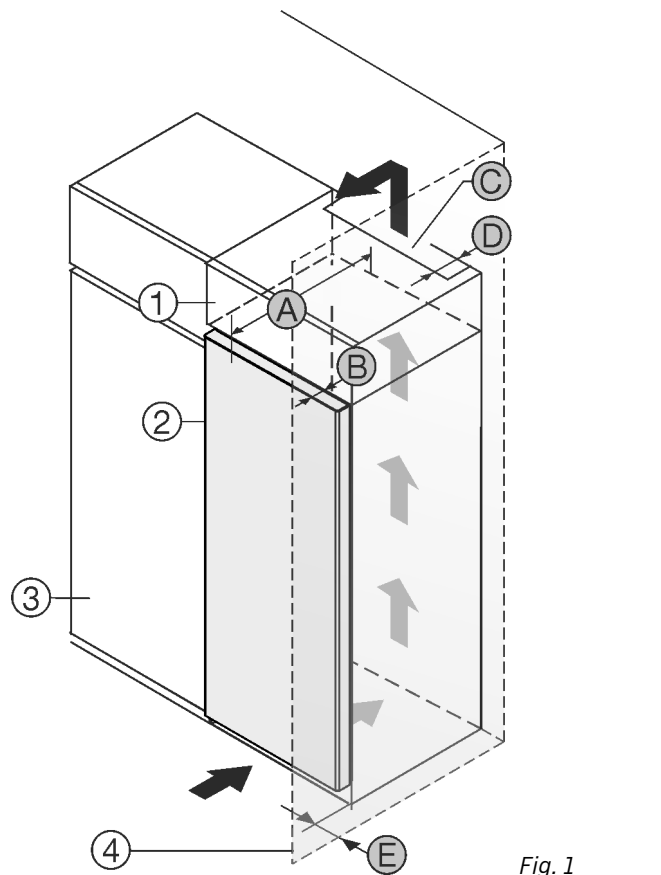

Fig. 1
Installer l'appareil directement à côté du placard de cuisine Fig. 1 (3)\*
Une sortie d'air avec la profondeur Fig. 1 (D) doit être présente au dos de la rehausse sur toute sa largeur.\*
La section de ventilation Fig. 1 (C) sous plafond doit être respectée.\*
Si l'appareil est installé avec les charnières près d'une paroi Fig. 1 (4), la distance entre l'appareil et la paroi doit être d'au moins 13 mm.\*
Si l'appareil est installé avec les charnières près d'une paroi Fig. 1 (4), la distance entre l'appareil et la paroi doit être d'au moins 57 mm. Cela correspond au dépassement de la poignée lorsque la porte est ouverte.\*